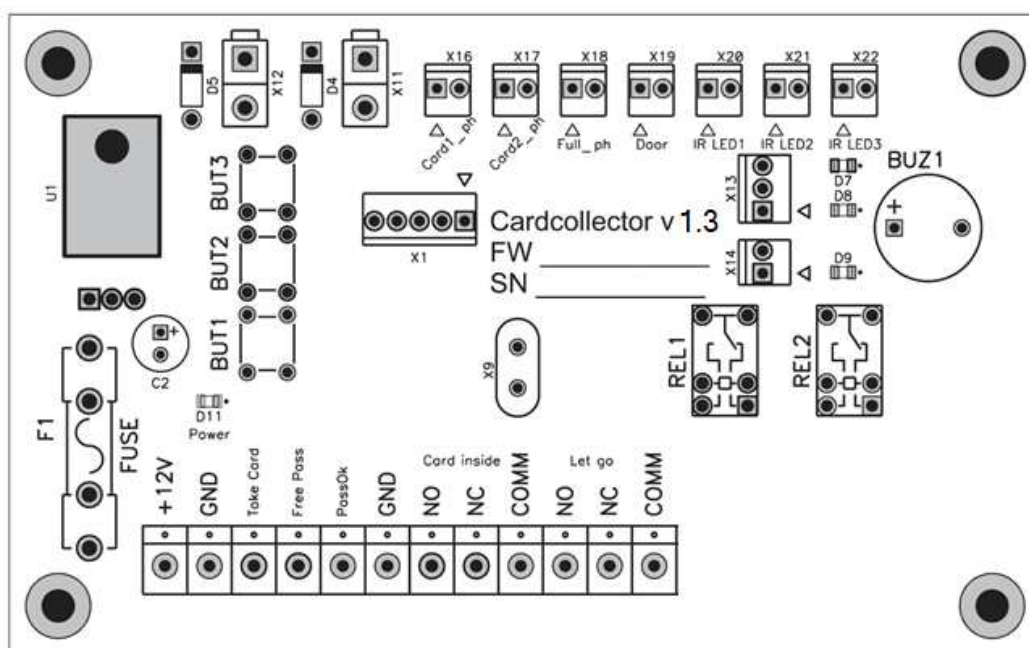

Рис. 5 Внешний вид платы картоприемника
- нажмите и удерживайте кнопку BUT1 на плате картоприемника (рис. 5). При нажатой кнопке шторка картоприемника принудительно открывается и звучит непрерывный звуковой сигнал;